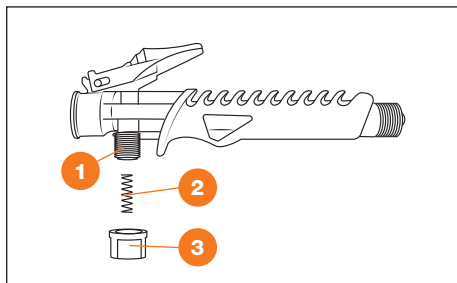

Рис. 18
Разберите рукоятку управления: открутите торцевую пробку ③, извлеките пружину ②, промойте в чистой воде, просушите, смажьте пружину и уплотнительное резиновое кольцо ① силиконовой смазкой, плотно закрутите торцевую пробку (Рис. 18).